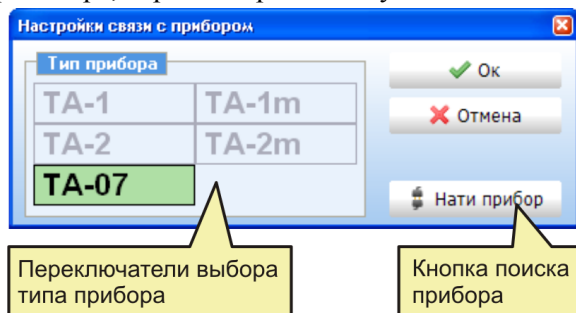

Рис. 2.2. Окно настройки связи с прибором
- откройте окно настроек связи с прибором **Настройки** → **Связь с прибором** (Рис. 2.2);